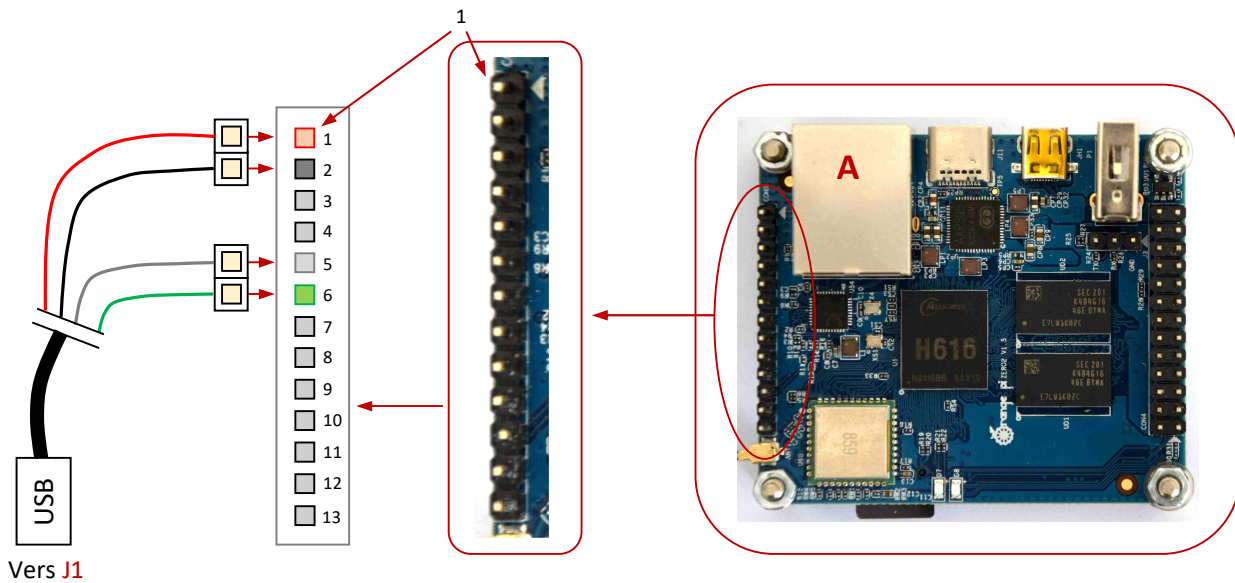

Figure 17 : raccordement de la connexion USB du connecteur **J1** vers le module Orange Pi Zero2.
Suivant le repérage de l'embase 13 broches mâle située sur la gauche du module Orange Pi Zero2, raccorder les 4 connecteurs 1 broche femelle DUPONT en respectant les indications et l'ordre de branchement illustré en figure 17, page suivante.
Prendre le câble RJ45 / RJ45 de 30 cm (nomenclature, item 12) et le raccorder entre l'embase **J8** de la face arrière et l'embase RJ45 disposée sur la platine du nano ordinateur Orange Pi Zero2 (repère **A** sur la figure 17).